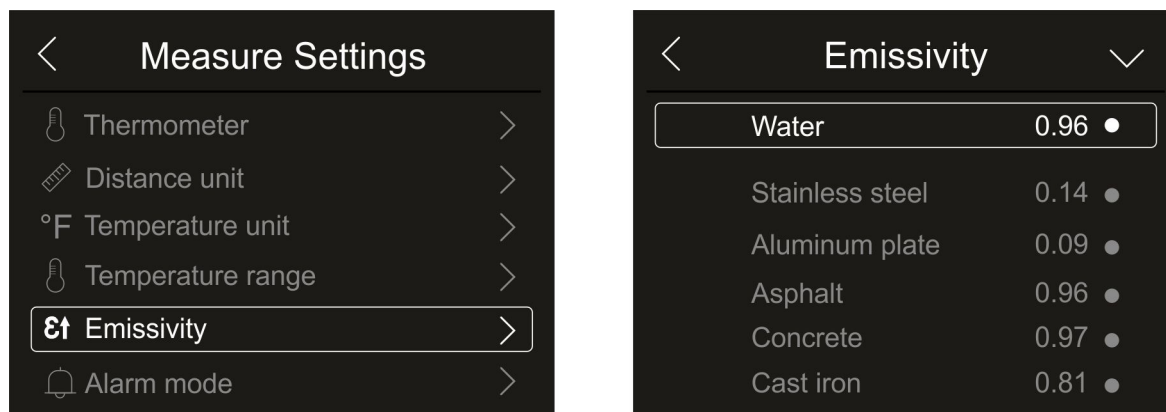

Fig. 28: Menu de configuração de emissividade
1. Clique em “Alarm mode” para ativar os limites do alarme acústico na medição de temperatura associada aos objetos inseridos na imagem (cursor, pontos, linhas e áreas) associados à função “Alarme” presente no menu principal (ver §). Fig. 28 - lado direito é exibido: